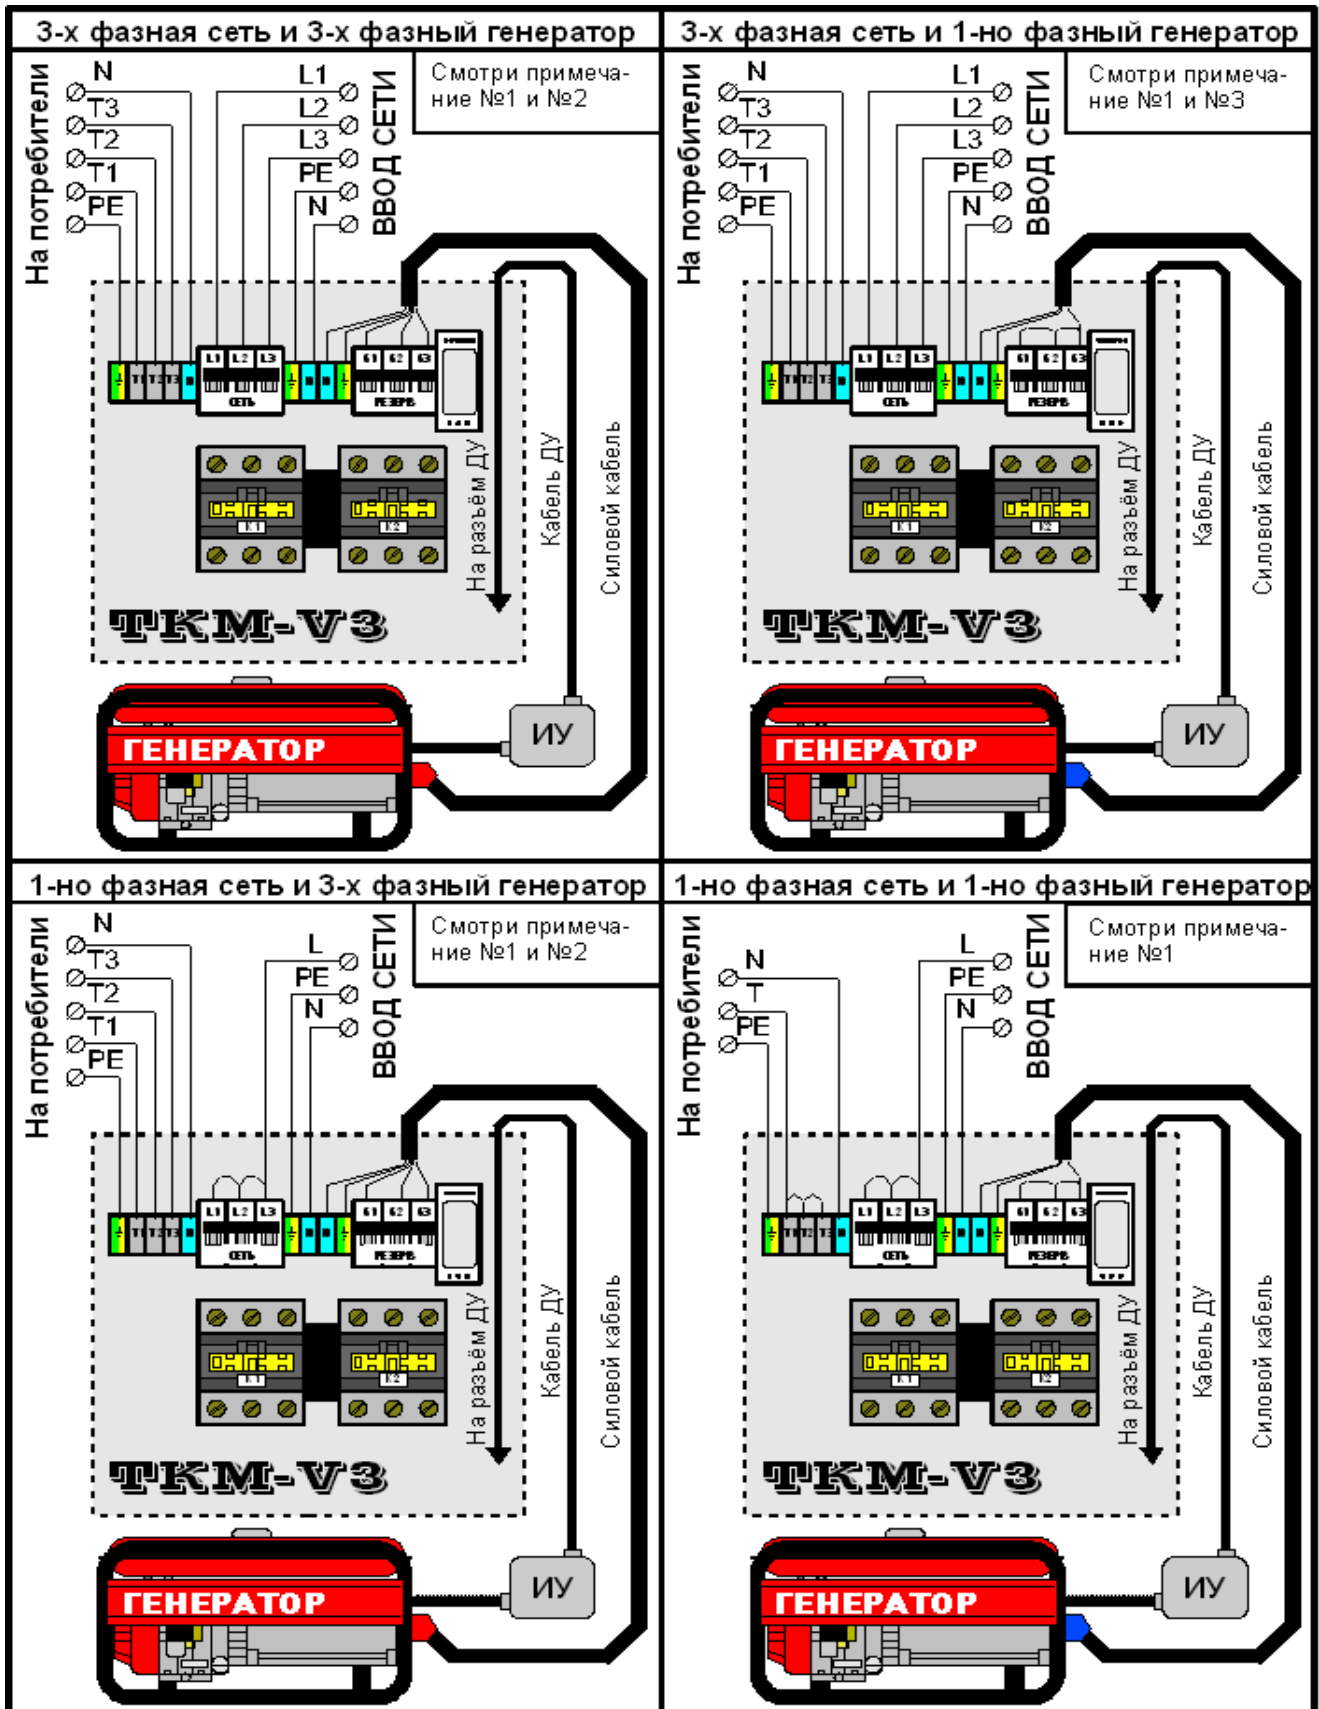
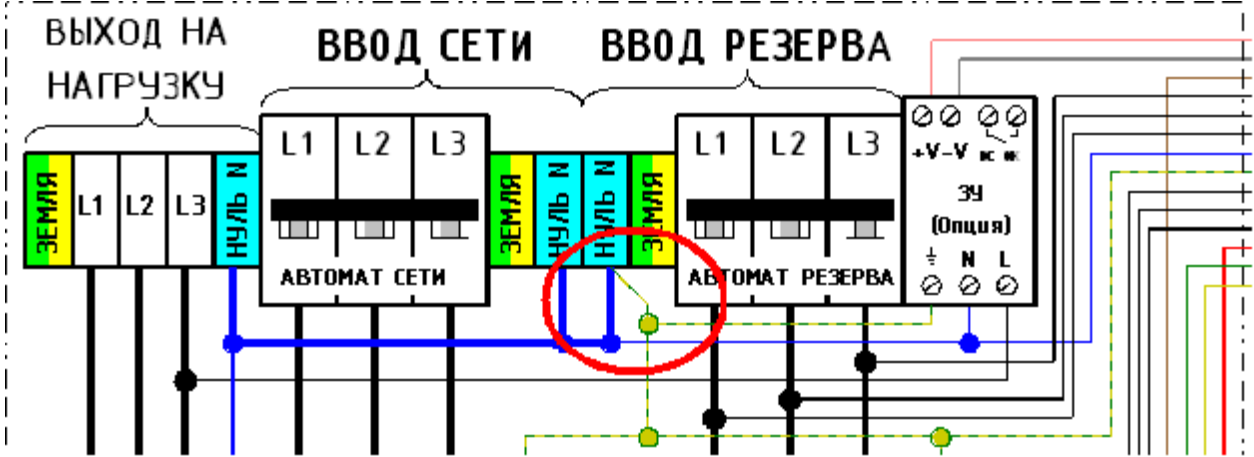

Рис.4. Варианты подключения силовых цепей блока ТКМ-V3.
Рис.5. Перекоммутация колодки X3 при отсутствии линии заземления (РЕ).
11. Подсоедините резервируемую линию (потребители) и ввод сети. Выбор варианта подключения в зависимости от количества фаз показан на рис.4. **Обязательно подключите заземление!!!** Если производится подключение по варианту А (на рис.3), а линия заземления недоступна, произведите перекоммутацию провода заземления так, как показано на рис.5.
Примечания к рис.4: